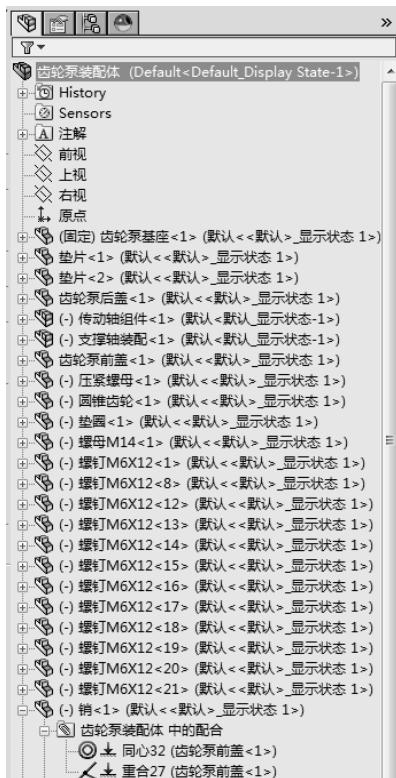

图 10-53 添加销配合关系
- [4] 单击【确定】按钮  以关闭操控板, 添加销配合关系, 如图 10-53 所示。